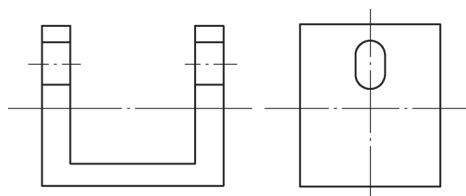

图4 安全挡板
7) 使用板条制作2块U型安全挡板（见图4）安装在挡板两端，与夹具挡板用螺栓联接，安全挡板与螺栓联接的地方有滑槽，可以在螺栓上滑动，这样就可以根据工件的长短调节安全挡板。
为此研制了另外一套装置，安装在一台报废车床C616床身上。如图4所示。电动机经减速器传动